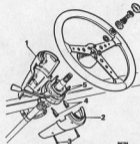

Abb. 1
- (1) Lenkrad komplett mit Nabe ausbauen. Siehe 'Lenkung'.
- (2) Die vier Schrauben abnehmen, die die Lenksäulenrelaisabdeckung sichern und beide Klappen der Abdeckung lösen (Abbildung 1).